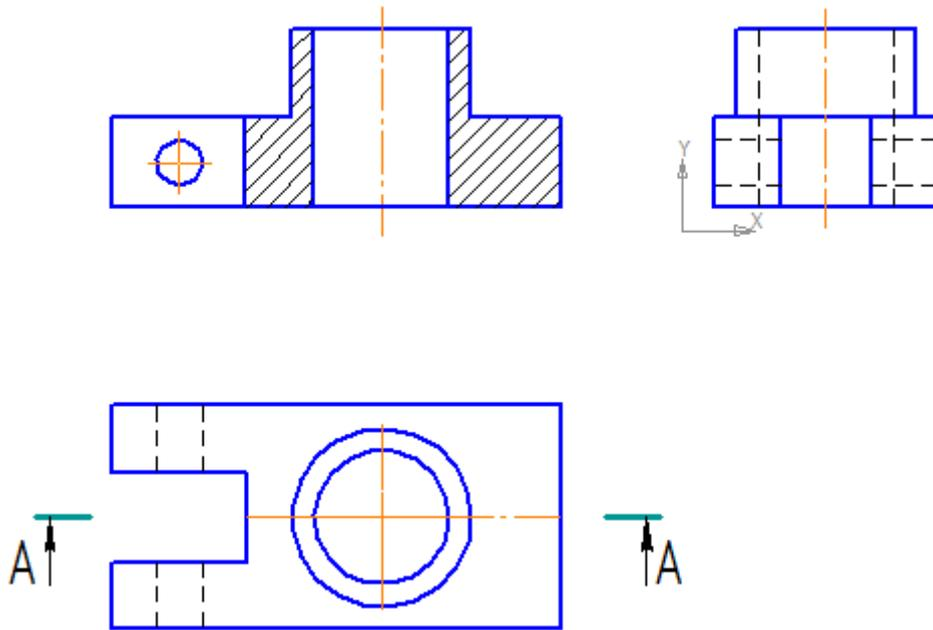

Рис. 17
- если области штриховки заданы правильно, щелчком ЛКМ по кнопке  – Создать объект на панели Специального управления создайте штриховку (рис. 17).